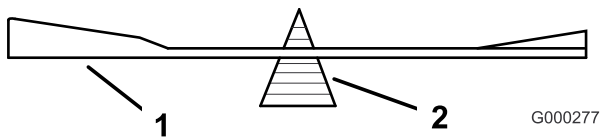

Bild 96
- Prüfen Sie die Auswuchtung des Schnittmessers auf einer Ausgleichsmaschine (Bild 96).